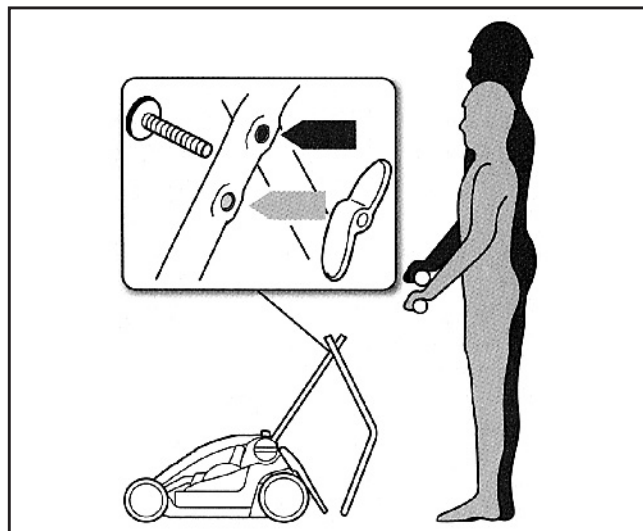

Fig. 2
- Réglez le guidon à la hauteur souhaitée (Fig. 2).
- Ajuste el manillar a la altura deseada (fig. 2).
- Pôr o guiador na altura desejada (fig.2).